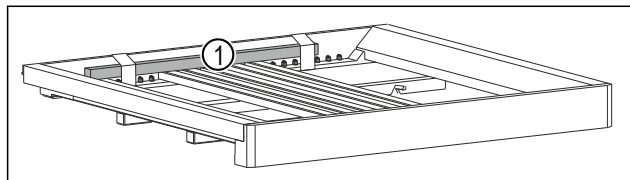

Fig. 49 *
- ▶ Îndepărtați bara de lemn Fig. 49 (1)*